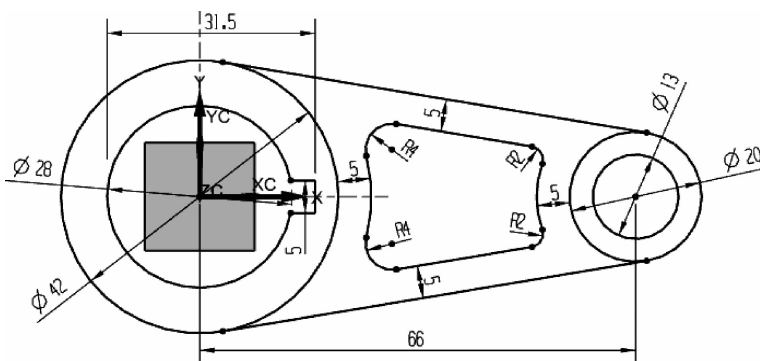

图 2-38 创建矩形键槽
(8) 创建矩形键槽。
① 在“草图”工具条中单击图标, 绘制一个矩形, 并设置与 X 轴对称约束。
② 在“草图”工具条中单击图标, 执行“快速修剪”命令, 对草图进行修剪。
③ 在“草图”工具条中单击图标, 执行“自动判断尺寸”命令, 分别标注尺寸, 如图 2-38 所示。